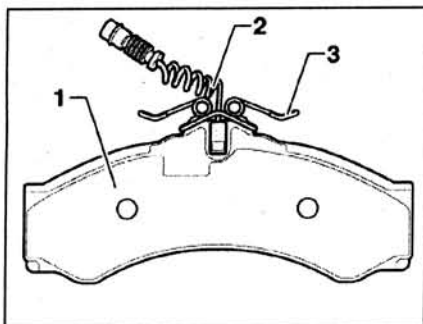

Рис. 7.9. Снимите фиксатор 3 тормозных накладок и осторожно, с помощью отвертки, извлеките индикатор износа тормозной накладки 2 из тормозной колодки.
5. Снимите фиксатор 3 тормозных накладок и осторожно, с помощью отвертки, извлеките индикатор износа тормозной накладки 2 из тормозной колодки (рис. 7.9).